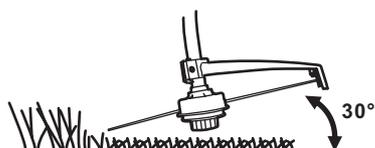

Fig. 14a
4. Tenez la tête de coupe juste au-dessus du sol, à un angle d'environ 30° (fig. 14a).